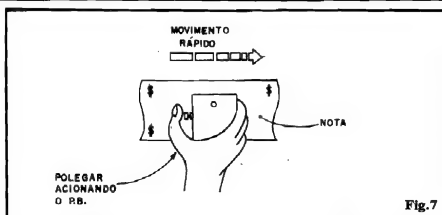

Fig.7
- FIG. 7 - USANDO O TESTA-DOLAR - Usar o dispositivo é muito fácil: com a nota a ser verificada colocada sobre uma superfície plana (uma mesa, por exemplo), segura-se o TESTA-DOLAR conforme indica a figura e - pressionando-se o **push-button**, passa-se o aparelho em rápido movimento sobre a nota, de modo que o cabeçote magnético deslize diretamente sobre o papel moeda (encostado mesmo, porém sem a necessidade de exercer pressão...). Observem duas coi-